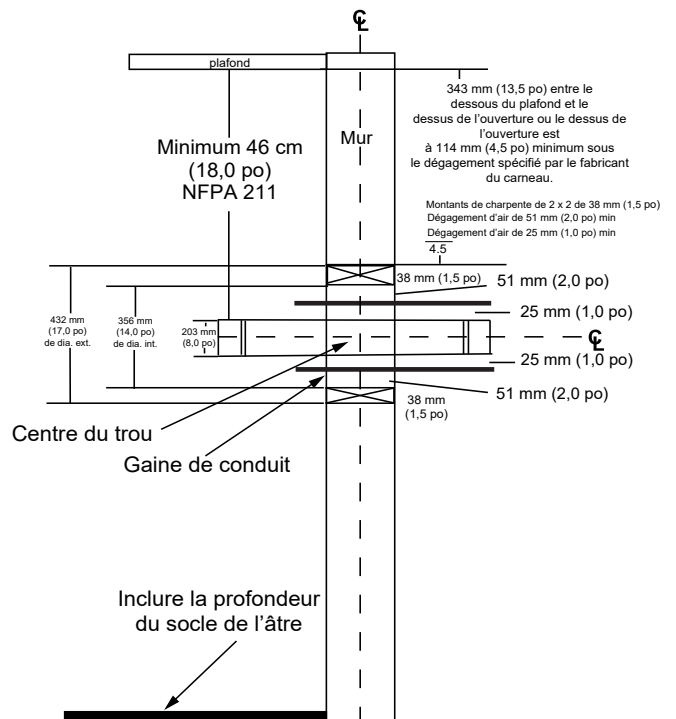

Figure 14.2
- L'ouverture en haut du mur doit être à au moins 343 mm (13 1/2 po) du plafond ou à 114 mm (4 1/2 po) au-dessus du dégagement minimum spécifié par le fabricant du carneau. Le dégagement vertical minimum selon **NFPA 211** est de 457 mm (18 po) depuis le carneau et le plafond ou égal à la valeur minimale recommandée par le fabricant du carneau (**Figure 14.2**).
1. Pratiquez une ouverture dans le mur intérieur à la hauteur prévue pour l'entrée du carneau dans la cheminée en maçonnerie (**Figure 14.2**).
3. Construisez un cadre de 432 mm x 432 mm (17 x 17 po) (dimensions extérieures) pour l'ouverture du mur en utilisant du bois de charpente de 5 x 5 cm (2 x 2 po). L'intérieur de ce cadre doit avoir une ouverture de 356 x 356 mm (14 x 14 po) minimum (**Figure 14.2**).